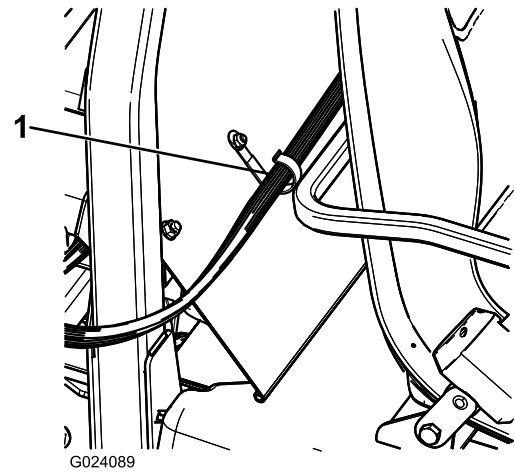

図 21
2. Jクリップ個を運転席後ろに取り付ける ボルト $\frac{1}{4}$ x $\frac{1}{2}$ " 1本とフランジナット $\frac{1}{4}$ " 1個を使用する 図 21。
3. Jクリップを使って、コントロールコンソールのハーネスを、コンソールとROPS カバーに固定する (図 21)。